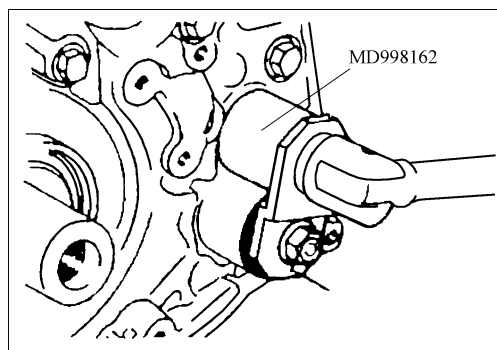
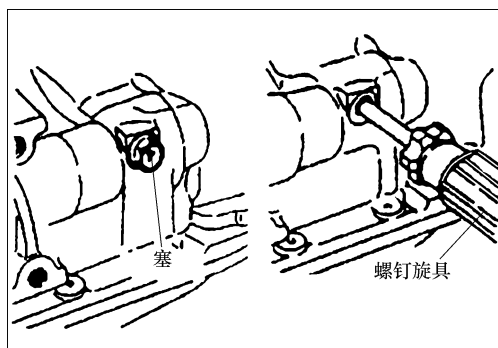

图 2-88 拆卸放油塞
图 2-89 固定平衡轴
2) 拆卸放油塞 (图 2-88)。
① 从缸体侧卸下塞子。
② 如图 2-89 所示, 将十字螺钉旋具 (杆部直径 8mm) 插入塞孔中, 锁固平衡轴。